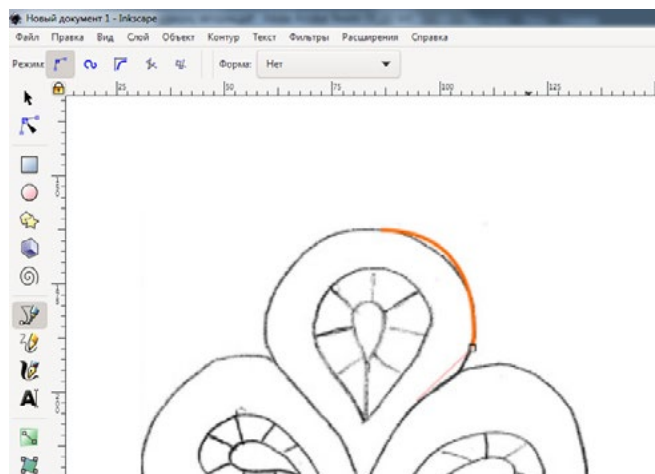

Рис. 2
- 2.5.2. Установить свойства инструмента рисования. Без заливки, цвет контура яркий (например, RGB 0;250;0), толщина контура 3—7 пт в зависимости от эскиза (рис. 2).